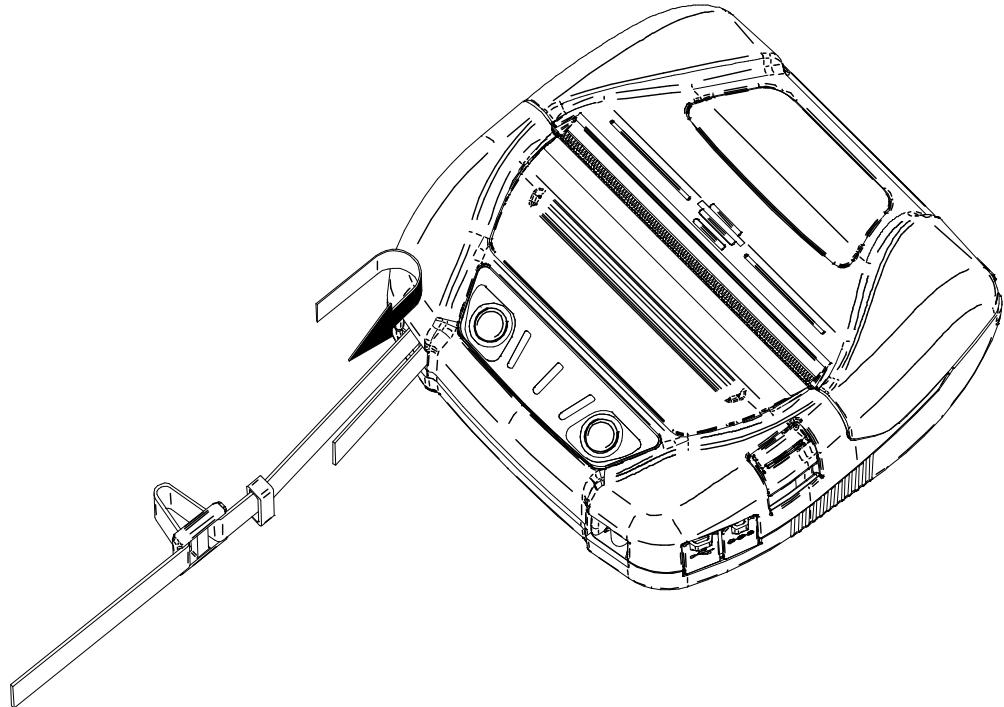

図 14-4 ショルダーストラップの取り付け(1)
- ① 図 14-4のように、ショルダーストラップの先端をプリンタのショルダーストラップ取り付け部に通してください。